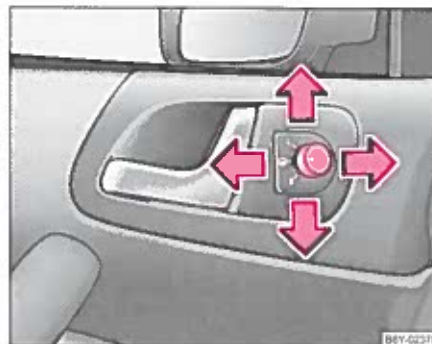

Fig. 45 Indvendig side af døren: Drejeknap
- Stil drejeknappen i position  ⇒ fig. 45.